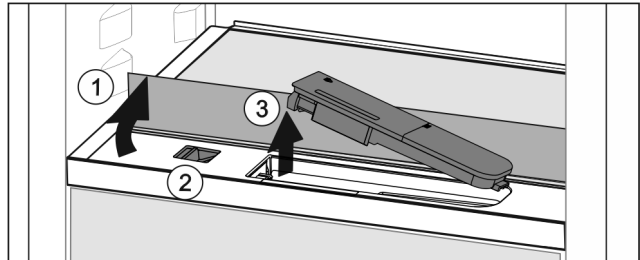

Fig. 48
- ▶ Sollevare il ripiano di vetro e ribaltarlo all'indietro fino all'arresto Fig. 48 (1).
- ▶ Spostare il cursore Fig. 48 (2) a sinistra.
- ▶ Rimuovere il serbatoio dell'acqua Fig. 48 (3).